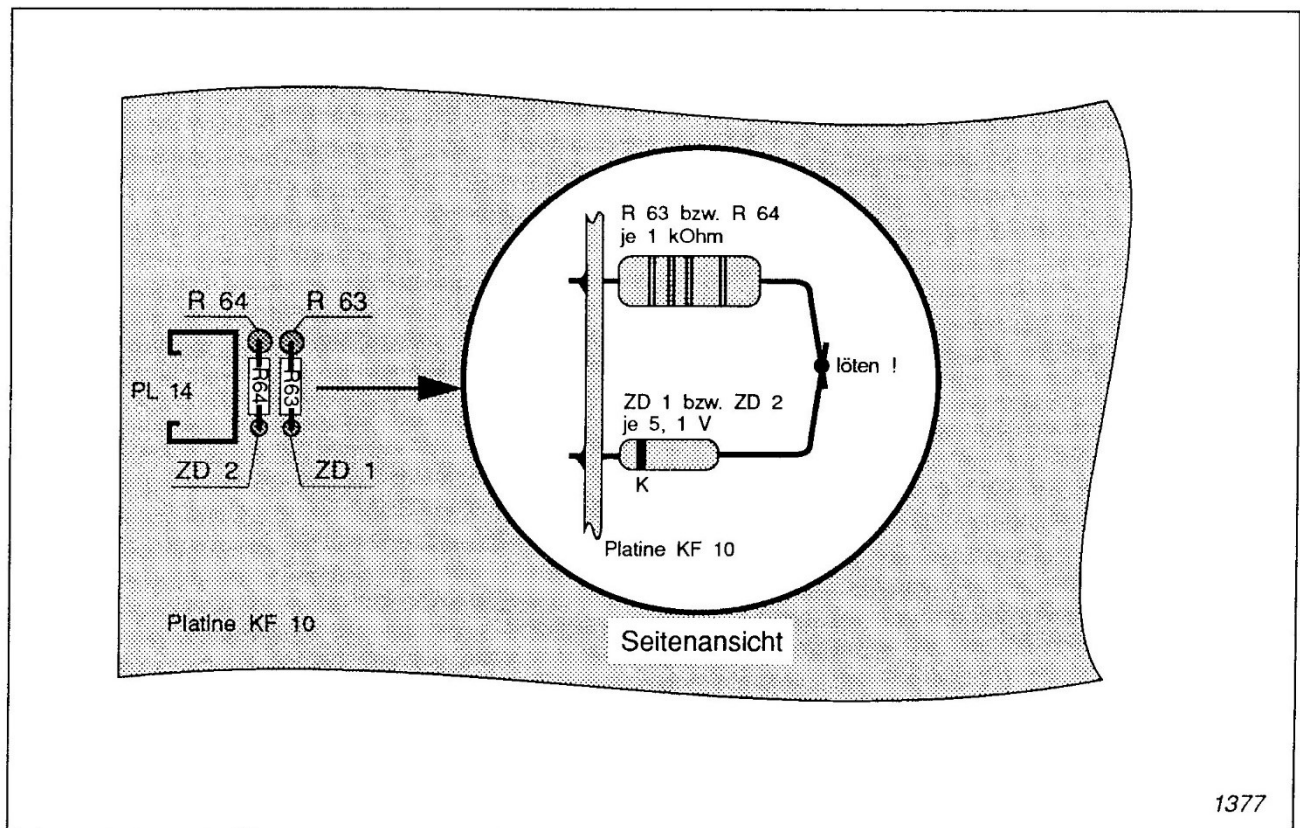

Abb. 17: Reihenschaltung von R 63 und R 64 mit je einer Z-Diode 5, 1 V
| 51 | 633319 | 2 | Widerstände 1 kOhm (br-sw-rt) | 2 | R 63, R 64. Beide nach Abb. 17 jeweils stehend einlöten und die oberen Enden mit den oberen Enden der nachstehenden, ebenfalls stehend einzubauenden Z-Dioden zusammenlöten. (Reihenschaltung) Polung der Z-Dioden beachten! | () |
| 52 | 62031 | 2 | Z-Dioden 5, 1 Volt | ①-1 | ZD 1, ZD 2, Abb. 17. Polung beachten! | () |